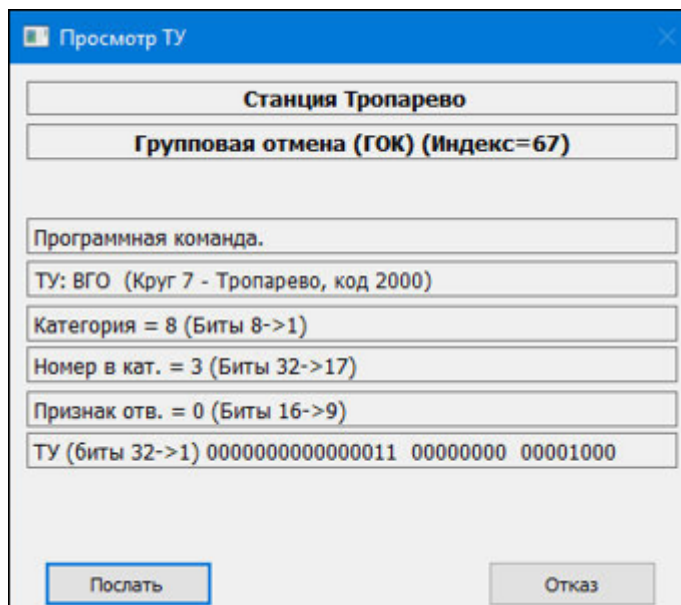

Рис. 3.27 Окно просмотра ТУ
3. Подтвердить посылку команды, нажав на кнопку «Да», кнопка «ВН» окрасится в красный цвет, появится окно подтверждения действия команды ВН (Рис. 3.27).